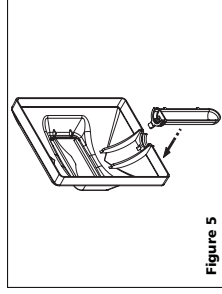

Figure 5
3. Pour fixer le manchon, placer le masque à main sur une surface nivelée et appuyer sur le manchon jusqu'à ce qu'il soit en place. (Voir Figure 5).